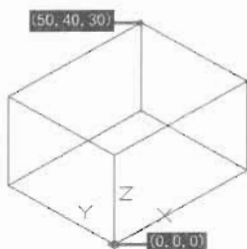

图 14-8
(1) 已知长方体的两个顶点,绘制一个长方体。在“建模”工具栏中单击“长方体”按钮,绘制如图 14-8 所示的长方体,命令执行过程如下。